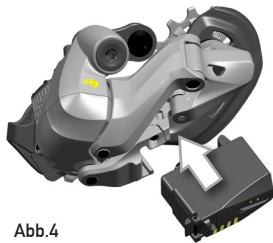

Abb.4
- Die Batterie durch Schieben von unten nach oben in das Schaltwerk einsetzen (Abb.4).